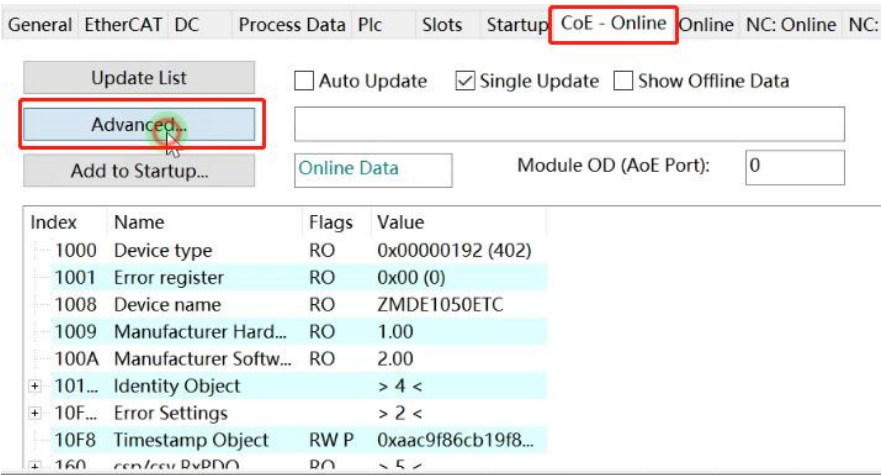
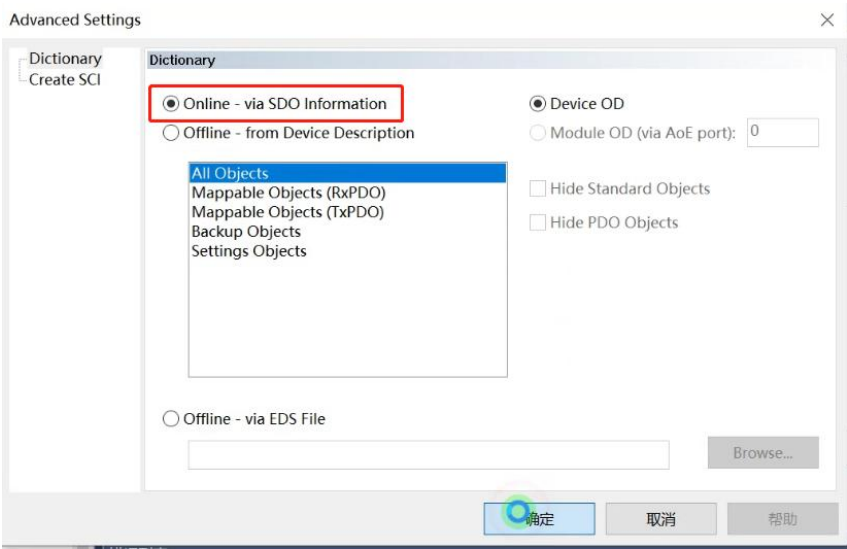

图 4.16 CoE-Online 界面
图 4.17 Advanced Settings 界面
(7) 下载完成后，将模块重新上电重启，扫描从站后可查看电机参数是否已更改，在 CoE-Online 下点击 Advance，如图 4.16 所示。在弹窗中选择 Online-via SDO information，然后点确定按钮，如图 4.17 所示。